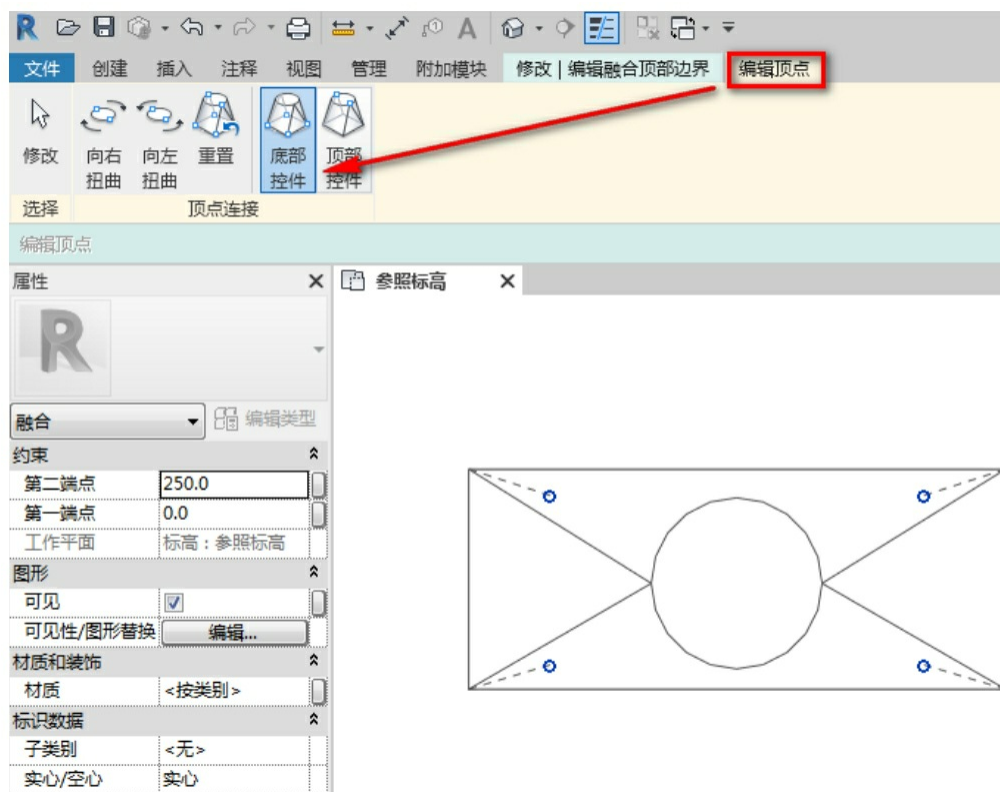

图7-58
(2) 单击“编辑顶部”按钮，切换到顶部融合面的绘制，绘制一个矩形。
(3) 底部和顶部都绘制完后，通过单击“编辑顶点”按钮可以编辑各个顶点的融合关系，如图7-58所示。